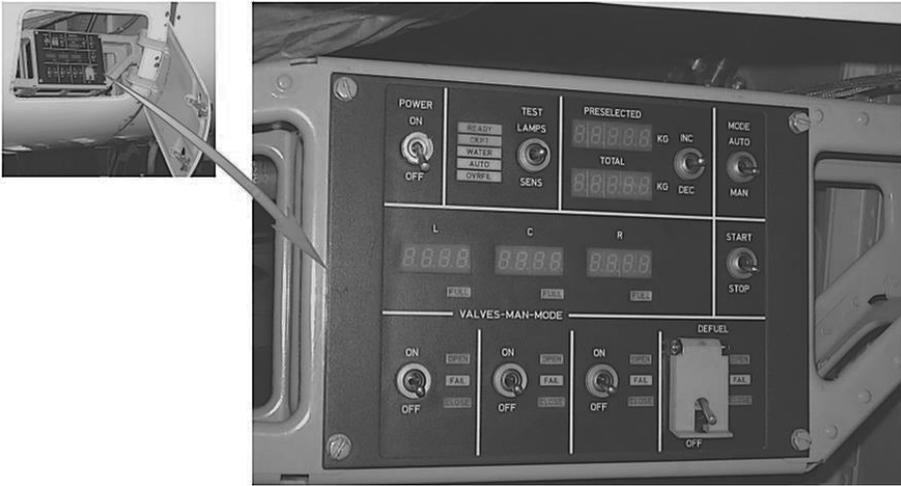

Рис. 12. Фюзеляжный пульт контроля и управления заправкой топлива.
1. Убедитесь в том, что тумблеры ФПКУЗ (рис. 12) находятся в следующих положениях: